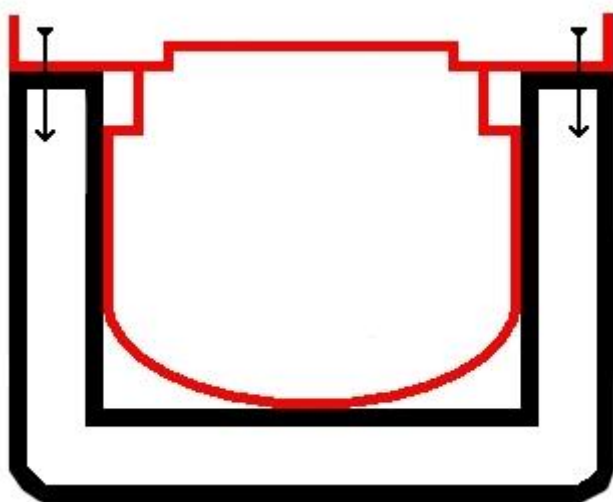

рис.1
2. Для монтажа двери использовать пластины (можно нарезать из подвесов для гипсокартона). При креплении монтажных пластин со стороны стойки ротормеханизма саморезы вкручивать по краю AL-профиля, как показано на рис.1 (стрелками)